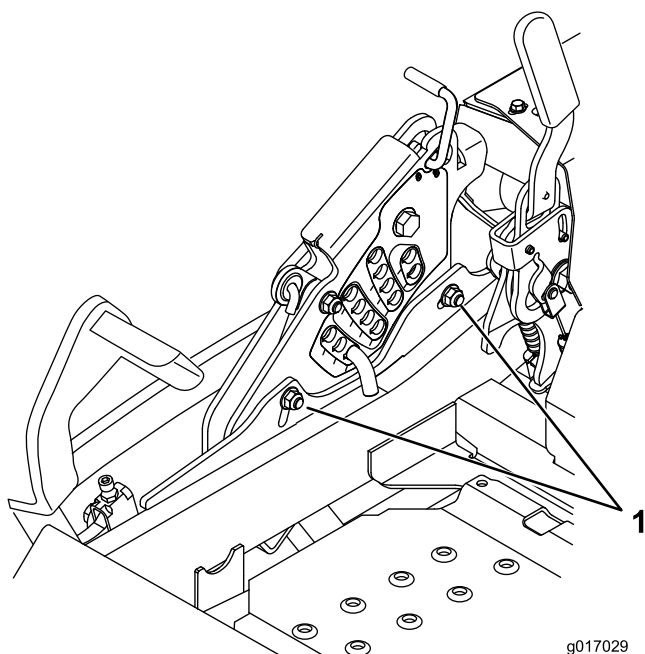

Figure 90
12. Pour régler le système monopoint, desserrez les deux boulons au bas de la plaque de hauteur de coupe. Reportez-vous à Figure 90.
14. Serrez les deux boulons au bas de la plaque de hauteur de coupe (Figure 90). Serrez à un couple de 37 à 45 Nm (27 à 33 pi-lb).